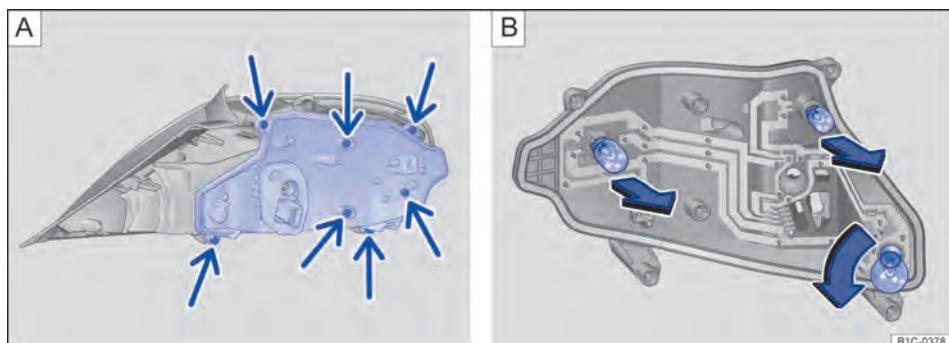

Fig. 186 A: des instalar o suporte das lâmpadas. B: lâmpadas incandescentes no suporte das lâmpadas.
8. Desaparafusar os parafusos de fixação ⇒ Fig. 186 A (setas) com a chave de fenda das ferramentas de bordo ⇒ Página 288.
10. Substituir a lâmpada incandescente queimada por uma lâmpada incandescente nova do mesmo modelo ⇒ Fig. 186 B.
11. Montar o suporte das lâmpadas na lanterna traseira. Apertar os parafusos de fixação ⇒ Fig. 186 A com a chave de fenda.